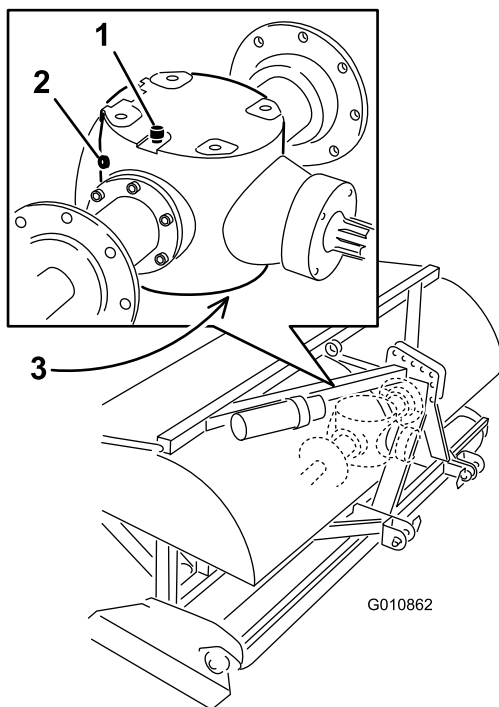

Figura 46
3. Remova o tampão de verificação da caixa de velocidades (Figura 46).
4. Certifique-se de que o nível se situa pela base do orifício do bujão na caixa de velocidades (Figura 46).
1. Elimine os detritos do tampão de ventilação/enchimento e verifique o tampão de escoamento para evitar contaminação (Figura 46).